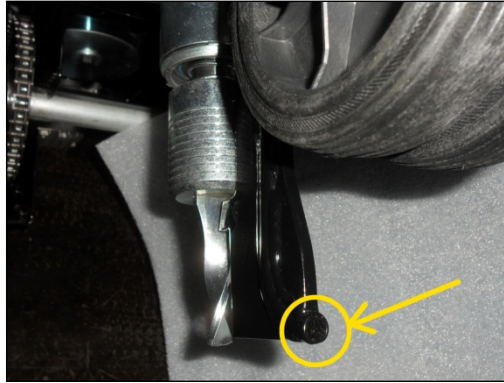

Fig. 2
- Controlar que el orificio de salida del cable perimetral de la aleta de enterrado esté íntegro (fig. 2). En particular, controle que no haya cortes a lo largo del contorno del orificio y que este último no tenga bordes afilados ni irregulares. En caso de que haya algún daño, será necesario reemplazar la aleta, código 7456.